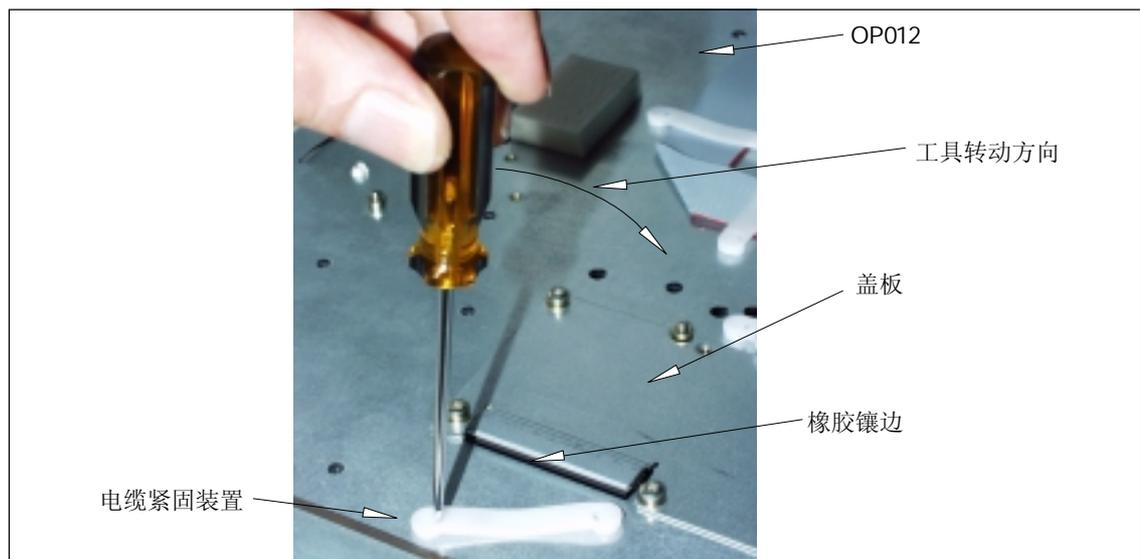

图 8-5 取下 OP012 上的电缆紧固装置
2. 用一个尖头工具插入电缆紧固装置的每个槽口中（共两个槽口），按照图中的方向撬动（参见图 8-5），使紧固挡块松开，从而取下键盘控制器盖板旁边的扁平电缆紧固装置。
4. 从箱体边框的边沿取下橡胶镶边（用于紧固按键面板的扁平电缆）（参见图 8-5）。